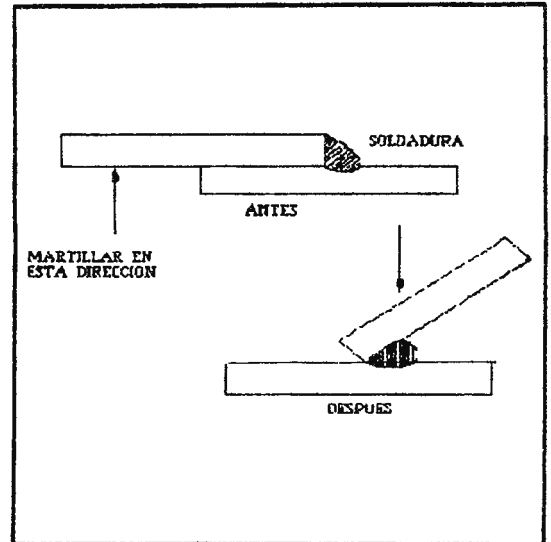

Fig. 8 Prueba de la unión traslapada
4. La unión traslapada debe martillarse hasta que se parezca a una unión T. (Fig.8).